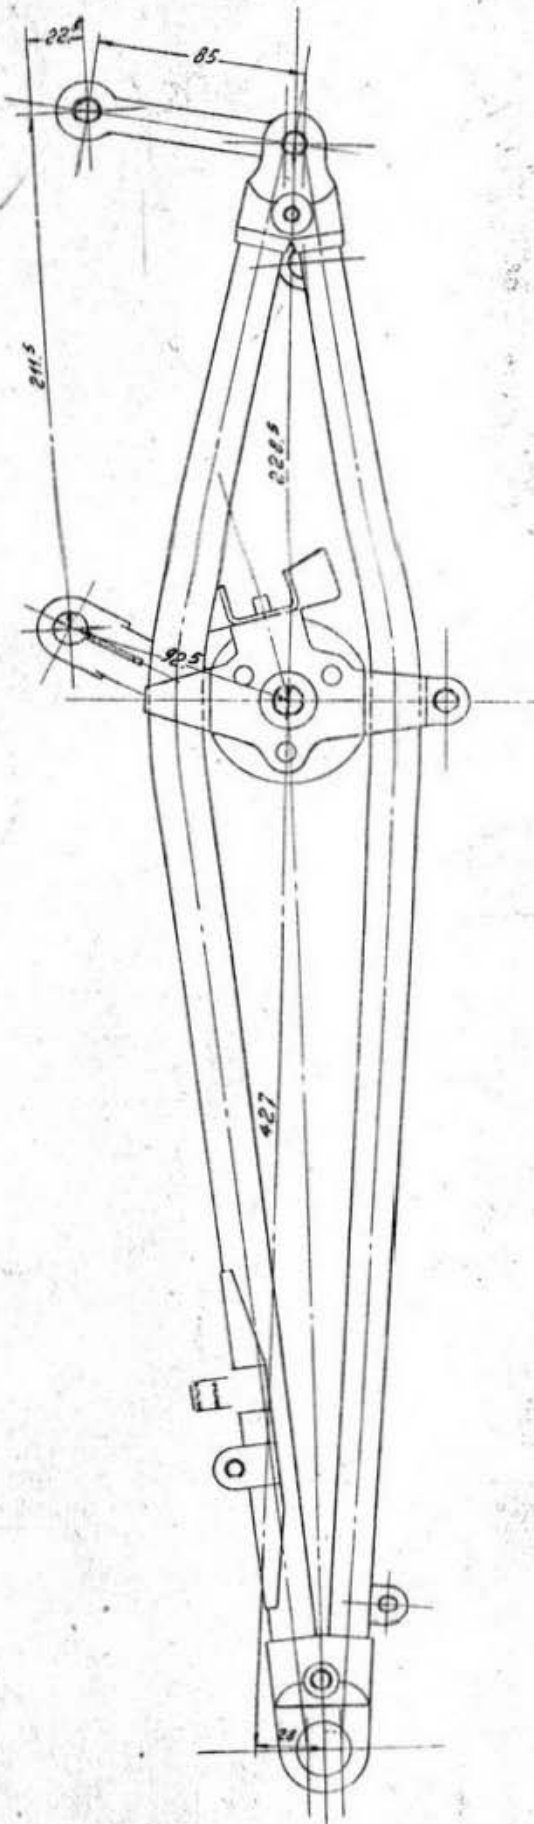

Fig. 34
**Verificare** che gli assi passanti per i tre fori (fissaggio perno mozzo, traverso porta piattello, attacco ginoliera) siano paralleli fra di loro. L'asse che passa per i fori fissaggio perno del mozzo, non è contenuto nel piano degli altri due assi, ma deve essere spostato all'indietro di mm. 28 (vedi fig. 34).